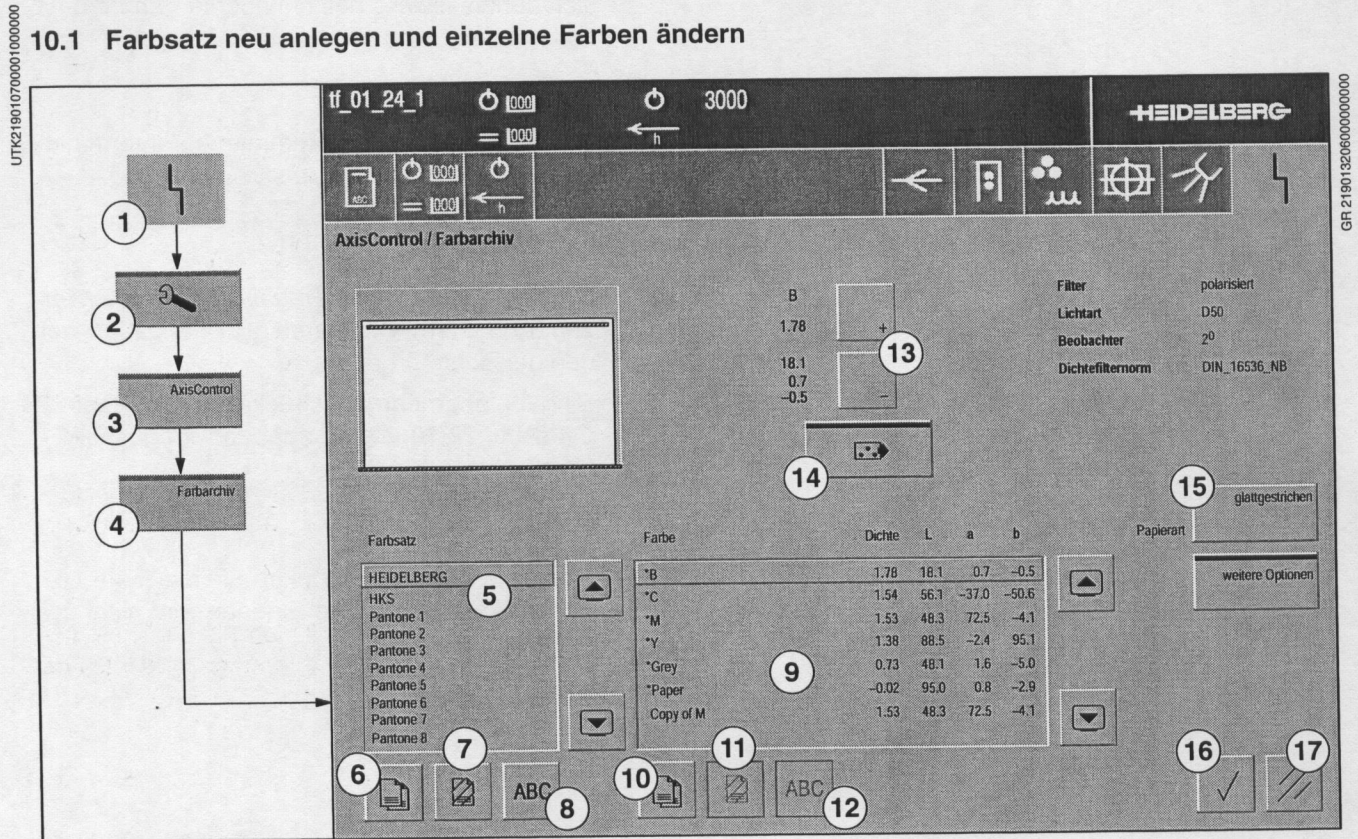

Abb. 23 Menü AxisControl/Farbarchiv
Im Menü **AxisControl/Farbarchiv** können Sie Farbsätze und Farben bearbeiten, neu anlegen und löschen. Sie können innerhalb eines Farbsatzes die jeweilige Papierart einstellen. Durch Drücken der Taste Abb. 23/15 können Sie zwischen glattgestrichen, mattgestrichen und ungestrichen wählen.
1. Wählen Sie aus der Farbsatz-Liste (Abb. 23/5) einen geeigneten Farbsatz mit der Bildlaufleiste aus.
2. Kopieren Sie den ausgewählten Farbsatz. Drücken Sie dazu die Taste *Kopieren* (Abb. 23/6). Die Kopie des Farbsatzes erscheint in der Farbsatz-Liste (Abb. 23/5).
3. Geben Sie der Farbsatzkopie einen gewünschten Namen. Drücken Sie die Taste *ABC* (Abb. 23/8). Ein Eingabefenster erscheint. Geben Sie über die Tastatur den gewünschten Namen ein.
4. Eingabe übernehmen: Drücken Sie die Taste *OK* (Abb. 23/16). Der Farbsatz wird gespeichert oder
Eingabe verwerfen: Drücken Sie die Taste *Löschen* (Abb. 23/17). Der Farbsatz wird nicht gespeichert.
1. Wählen Sie aus der Farbsatz-Liste (Abb. 23/5) den Farbsatz aus, den Sie löschen möchten.
2. Drücken Sie die Taste *Löschen* (Abb. 23/7). Der ausgewählte Farbsatz wird gelöscht.
3. Eingabe übernehmen: Drücken Sie die Taste *OK* (Abb. 23/16). Die Eingabe wird gespeichert.
Eingabe verwerfen: Drücken Sie die Taste *Löschen* (Abb. 23/17). Die Eingabe wird nicht gespeichert.
1. Wählen Sie mit der Bildlaufleiste aus der Farbliste (Abb. 23/8) die Farbe aus, die Sie ändern möchten.
2. Drücken Sie die + oder - Tasten (Abb. 23/9) und stellen Sie die gewünschte Dichte ein.
1. Wählen Sie über die Bildlaufleiste die Farbe der Farbliste (Abb. 23/9) aus, die Sie neu messen wollen.
3. Drücken Sie die Taste *Messen* (Abb. 23/14). Die ausgewählte Farbe wird gemessen. Die entsprechenden Farbwerte werden angezeigt.
4. Eingabe übernehmen: Drücken Sie die Taste *OK* (Abb. 23/16). Die Eingabe wird gespeichert.
1. Wählen Sie aus der Farbliste (Abb. 23/9) eine geeignete Farbe mit der Bildlaufleiste aus.
2. Kopieren Sie die ausgewählte Farbe. Drücken Sie dazu die Taste *Kopieren* (Abb. 23/10). Die Kopie der Farbe erscheint in der Farbliste.
4. Drücken Sie die Taste *Messen* (Abb. 23/14). Die ausgewählte Farbe wird gemessen. Die entsprechenden Farbwerte werden angezeigt.
5. Geben Sie der Farbkopie einen gewünschten Namen. Drücken Sie die Taste *ABC* (Abb. 23/12). Ein Eingabefenster erscheint. Geben Sie über die Tastatur den gewünschten Namen ein.
1. Wählen Sie aus der Farbliste (Abb. 23/9) die Farbe, die Sie löschen möchten, aus.
2. Drücken Sie die Taste *Löschen* (Abb. 23/11). Die ausgewählte Farbe wird gelöscht.